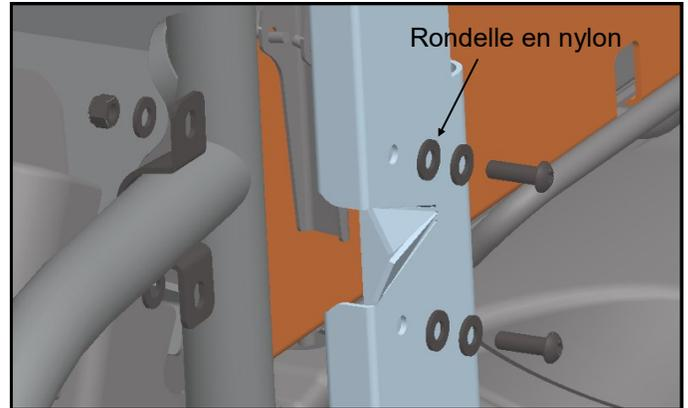

Fig. 7.1 (installer u-clamp)
7. Selon la fig. 7.1, installez la pince en U à l'aide de deux boulons 5/16-18 x 1 po, deux rondelles en nylon 5/16 po, quatre rondelles en acier 5/16 po et deux écrous 5/16 po. Assurez-vous d'orienter la pince en U de sorte que l'angle de la pince soit aligné avec l'angle du tube de retenue de hanche ROPS auquel elle se fixe. Installez les boulons de l'extérieur. Assurez-vous de pousser complètement la plaque de charnière vers l'avant afin qu'elle touche l'arrière du tube ROPS et serrez les deux boulons pour la pince en U et le boulon de l'étape 7.1. Répétez cette étape pour le côté passager.